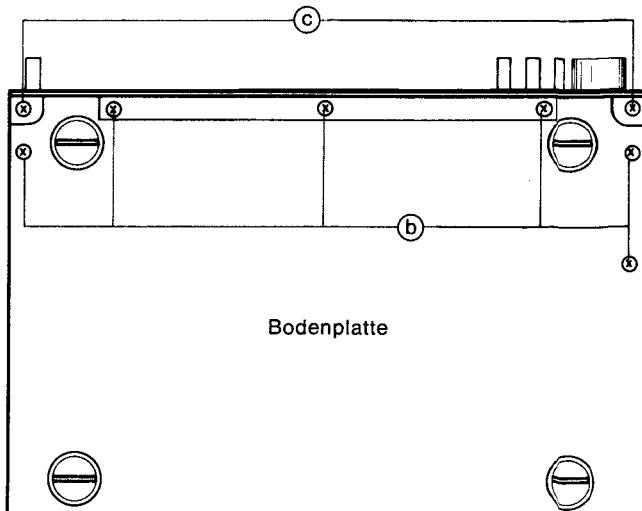

Abb. 2
1. Vier Schrauben (c) herausdrehen (Abb. 2 und 3).
3. Die Schrauben (b) auf Abb. 2 und 3 herausdrehen.